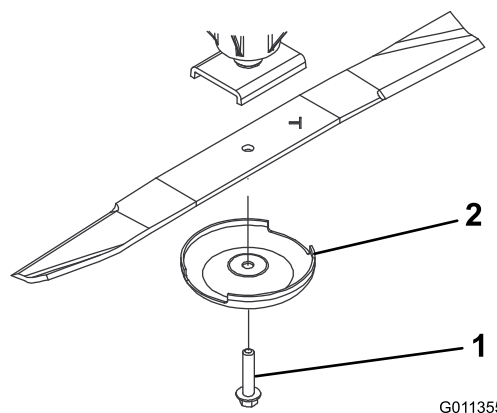

Figura 83
2. Afferrate l'estremità della lama con un cencio o un guanto bene imbottito. Togliete il bullone, la coppa antistrappo e la lama dall'asse del fusello (**Figura 83**).
3. Montate la lama con la costa rivolta verso il piatto di taglio, servendovi della coppa antistrappo e del bullone della lama (**Figura 83**). Serrate il bullone della lama a 115–149 N·m.